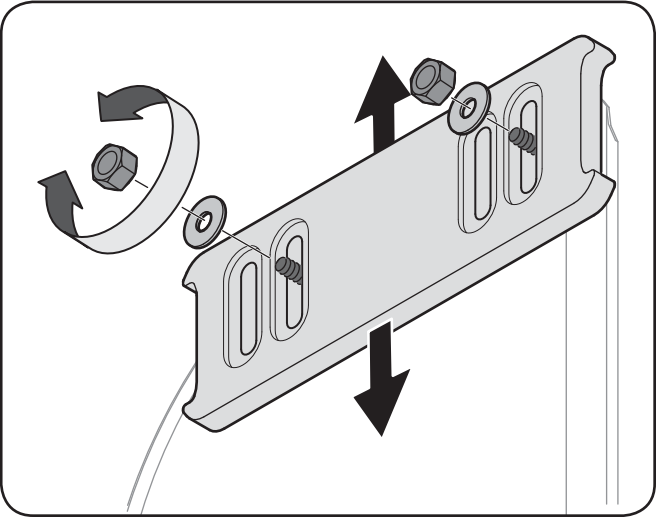
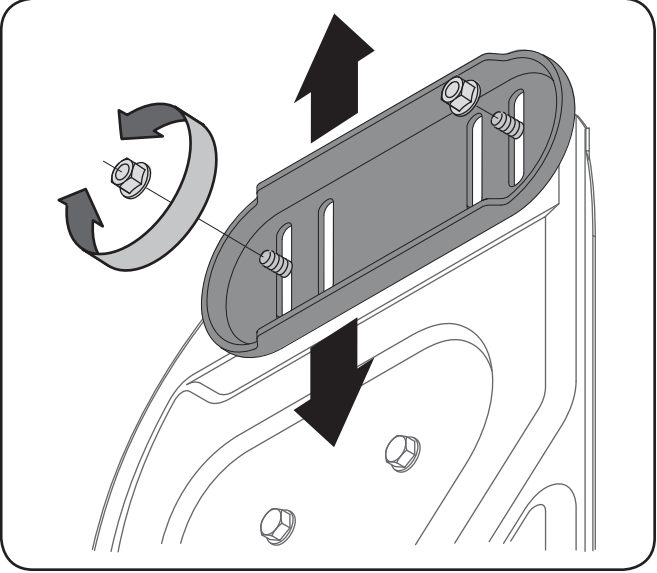

Figure 3-14
Figure 3-15
1. Ajustez les patins en desserrant les quatre contre-écrous à embase (deux de chaque côté) et les boulons ordinaires. Placez les patins à la position voulue. Voir les Figure 3-14 et Figure 3-15.